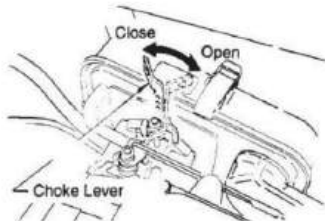

Fig. 7
3. Fermez le levier du starter (Fig. 7) et placez le levier d'accélérateur en position d'ouverture complète. Tournez le levier du starter de 90 degrés dans le sens des aiguilles d'une montre pour fermer le starter. Par temps froid, démarrez l'appareil avec le starter complètement fermé. Par temps chaud ou lorsque le moteur est chaud, l'appareil peut être démarré avec le starter à moitié ouvert ou complètement ouvert.
5. Si le moteur ne démarre pas, placez le levier du starter (Fig 7) à moitié ouvert position pour éviter les inondations.